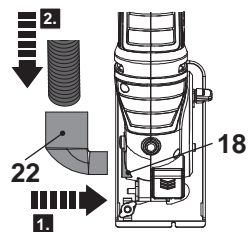

Fig. 6
1. Conecte el adaptador de polvo (22) al puerto de extracción de polvo (18) (Fig. 6, paso 1).
2. Conecte un dispositivo de extracción de polvo adecuado a este adaptador (22), como por ejemplo una aspiradora (Fig. 6, paso 2).